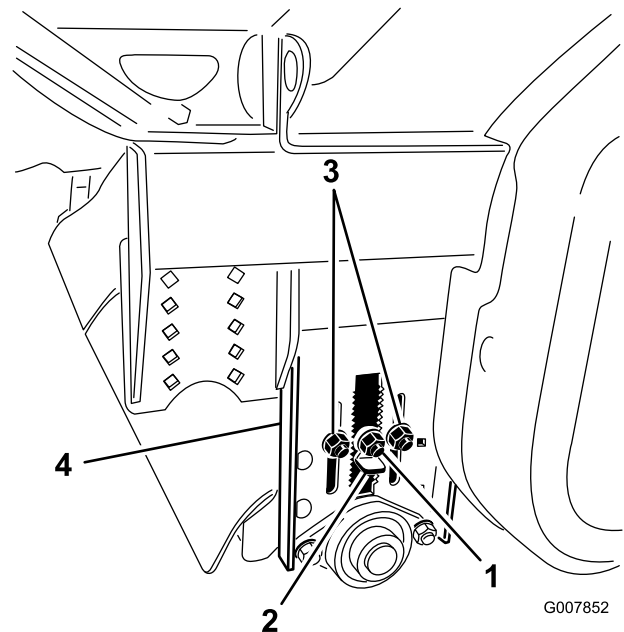

Bild 29
2. Lösen Sie die Sicherungsmutter am Höheneinstellschlüssel (Bild 29) sodass sie ungefähr 13 mm herausgezogen werden kann.
3. Lösen Sie die Sicherungsmuttern für die Einstellung der Rollenhöhe (Bild 29).
4. Ziehen Sie den Höheneinstellschlüssel heraus und bewegen Sie die Heckrolle nach oben oder unten, indem Sie die Höheneinstellplatte auf die gewünschte Höhe schieben (Bild 29).